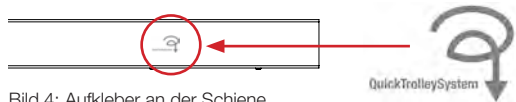

Bild 4; Aufkleber an der Schiene
VI. Kennzeichnen Sie die Montagestelle des Hubmotors, indem Sie den mitgelieferten Aufkleber QuickTrolleySystem an der Schiene anbringen, Abb. 4.
- 5) Schließen Sie das rote Kabel an die rechte (Plus-Seite der Ladeplatte) und das schwarze Kabel an die linke Seite der Stromschiene an, siehe Abb. 4.
- 4) Montieren Sie die Ladebleche gemäß Abb. 4. HINWEIS! Bei Verwendung eines Sicherungsbolzens schieben Sie das Ladeblech (A) ca. 50 mm ein. Bei Verwendung eines verstellbaren Endstoppers schieben Sie das Ladeblech ca. 90 mm ein.